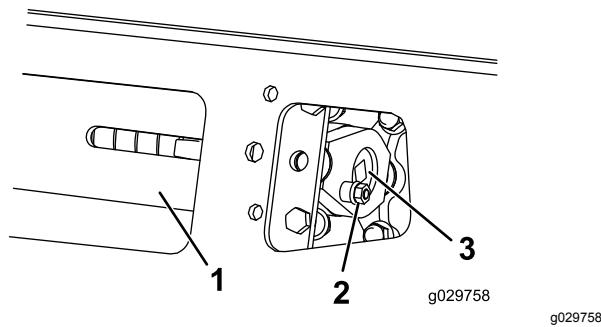

Figura 59
3. Retire el perno de bloqueo, el espaciador y la tuerca (Figura 59).
5. Alinee la muesca más próxima del tornillo tensor con el taladro del perno de bloqueo, y fije el tornillo con el perno de bloqueo y la tuerca (Figura 59).
4. Retire el perno de bloqueo y la tuerca (Figura 59).
5. Usando una llave de carraca de $\frac{1}{2}$ ", alivie la tensión en la oruga girando el tornillo tensor en sentido horario (Figura 59 y Figura 65).